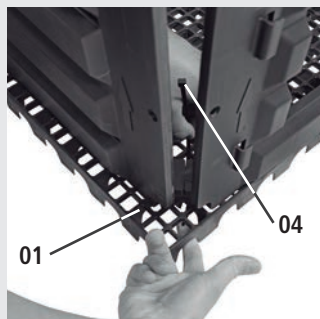
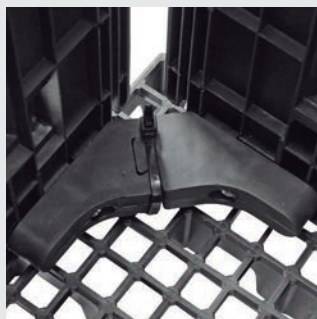

Fig. 02
Fig. 03
2 - Em seguida utilize as presilhas (4), que acompanham a composteira para fixar as laterais já montadas no estrado (1), [Fig. 02], passando as presilhas entre os furos do estrado e prendendo firmemente [Fig. 03]. Repita o processo nos outros três cantos.